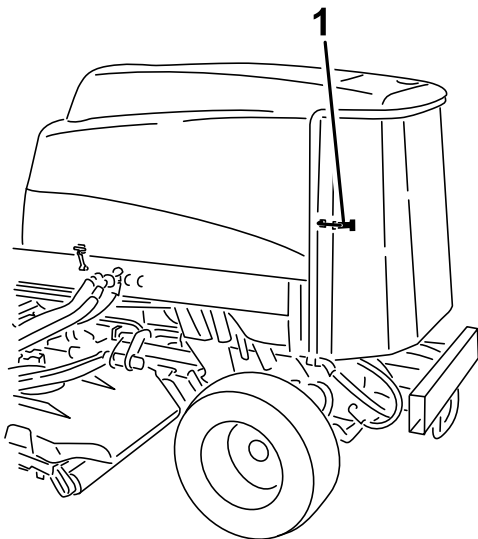

Figura 91
1. Sbloccate la griglia posteriore ed apritela (Figura 91).